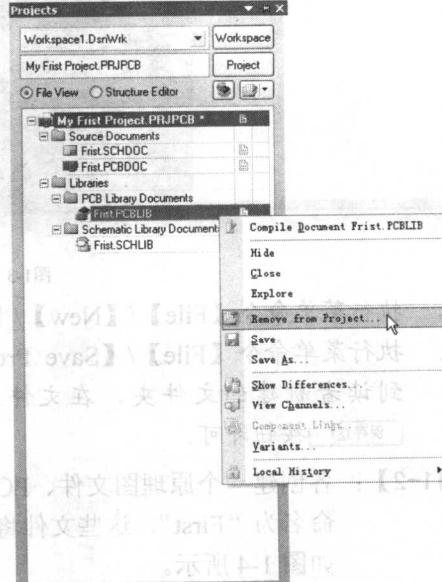

图1-7 移出设计文件
1. 将鼠标光标移到“ First.PCBLIB ”上，然后单击鼠标右键，即可弹出如图 1-7 所示的命令菜单。执行菜单命令【 Remove from Project 】，即可将“ First.PCBLIB ”从当前设计工程中移出。